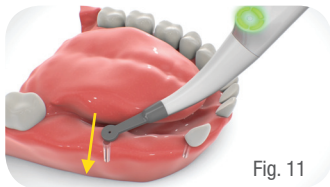

Fig. 11
- Para mejorar la precisión en la localización del implante es posible hacer un escaneo transversal adicional en dirección bucal-lingual, tal como se muestra en la Fig. 11.